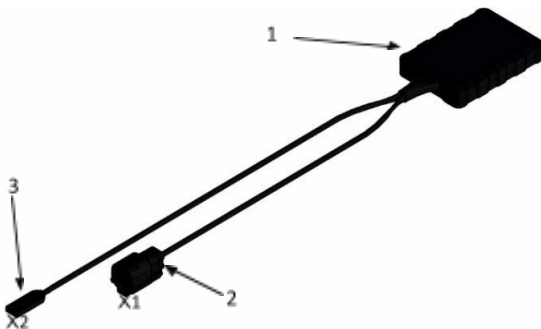

Figura 1 - Aspecto del producto C200 - M2
1.2 La apariencia del convertidor C200 - M2 se muestra en la Figura 1.